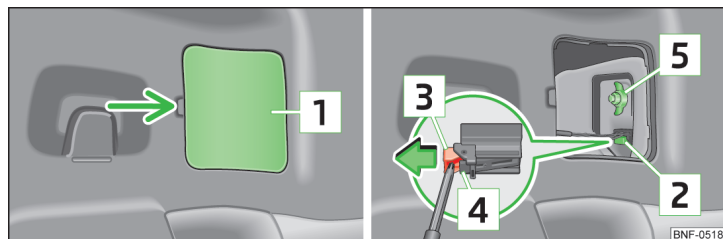

Fig. 134 Demontarea blocului optic spate
- Ridicați capacul [1] » fig. 134 n sensul săgeții.
› nșurubați și strngeți piulița din plastic **5** » fig. 134.